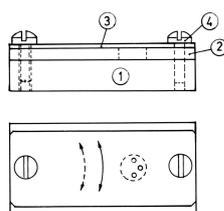
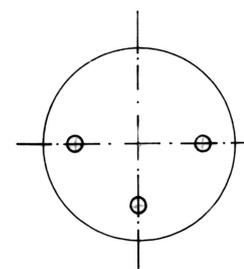

Abb. 7: Skizze für die Bohrvorrichtung
Abb. 8: Lage des Aufnahmepunktes
5. Bohren mit Bohrvorrichtung Beim Einbringen der Bohrungen spielen so viele Zufälle mit, daß man sich auch hier zur Herstellung einer Vorrichtung entschließen sollte (Abbildung 7). Da die geringste Abweichung von der Symmetrie des Bohrbildes mit dem bloßen Auge sichtbar ist, unterliegt die Vorrichtung hohen Genauigkeitsanforderungen. Damit aber aus unserer Vorrichtung keine Lehrenbohrwerksarbeit wird, ist die Fertigung aufgegliedert in Herstellung des Bohrbildes all sich und in die Festlegung des Verhältnisses von Bohrbild zu Werkstück. Für den Fertigungsablauf heißt das: Alle Vorrichtungsteile werden komplett hergestellt und montiert. Nur die Werkstückaufnahme in Teil 2 wird noch nicht gebohrt. Diese Bohrung erfolgt ausgerichtet nach dem Bohrbild, das sich durch ein Anbohren der drei Juffernbohrungen durch die Schablone Teil 3 ergeben hat (Abbildung 8). Der Mittelpunkt der Aufnahmebohrung liegt genau im Schnittpunkt der Juffernbohrungen. Wenn man für die Aufnahmeplatte Plexiglas oder Hartstoff verwandt hat, ergibt sich die Lage durch Verwendung eines Holzbohrers. Eine letzte Korrekturmöglichkeit besteht darin, daß man mit einer etwas kleineren Aufnahmebohrung und einer kleineren Juffer eine Versuchsbohrung macht. Der gesamte Raum der Bohr- beziehungsweise Aufnahmeplatte kann für die verschiedensten Jufferngrößen genutzt werden. Der eigentliche Bohrvorgang kann manuell oder mechanisch erfolgen, wobei die Möglichkeit besteht, die drei Bohrungen zur Schonung der Bohrschablone nur anzubohren und auf die "Juffernklaue" gespannt fertig zu bohren. Zum Auf- und Abspannen sind Teil 2 und 3 schwenk- und mit Abstecker, Teil 4, fixierbar.